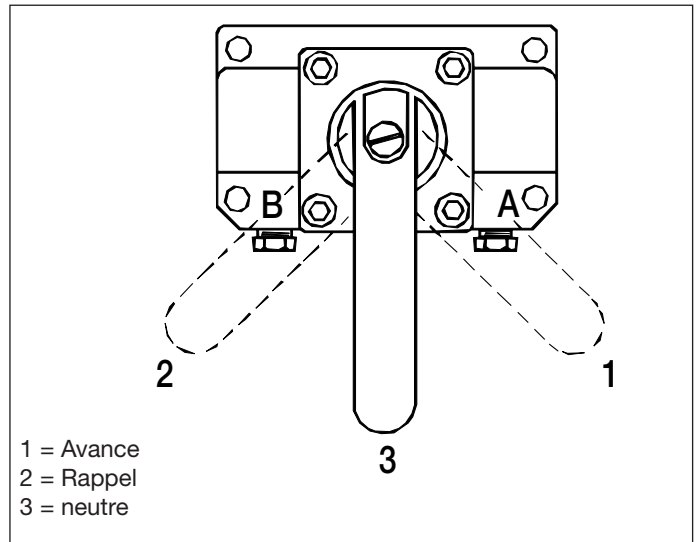
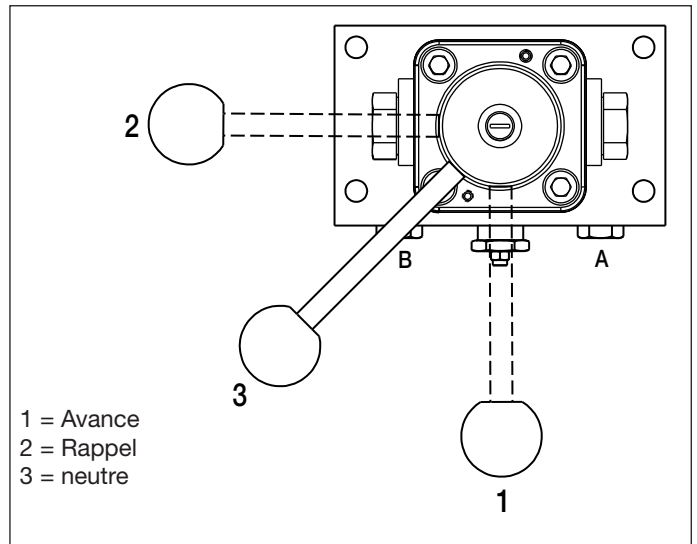

Figura 11, Posiciones de la maneta de la válvula, VM33, VM33L, VM43, VM43L
Figura 12, Posiciones de la maneta de la válvula, VM33M, VM43M
4. Girar la maneta de control de la válvula a la posición neutral ("3"). Consulte la figura 11 para las posiciones de las válvulas VM33 y VM43. Consulte la figura 12 para las posiciones de las válvulas VM33M y VM43M.
4. Girar la maneta de control de la válvula a la posición neutral ("3"). Consultar la figura 11 para las posiciones de la válvula.